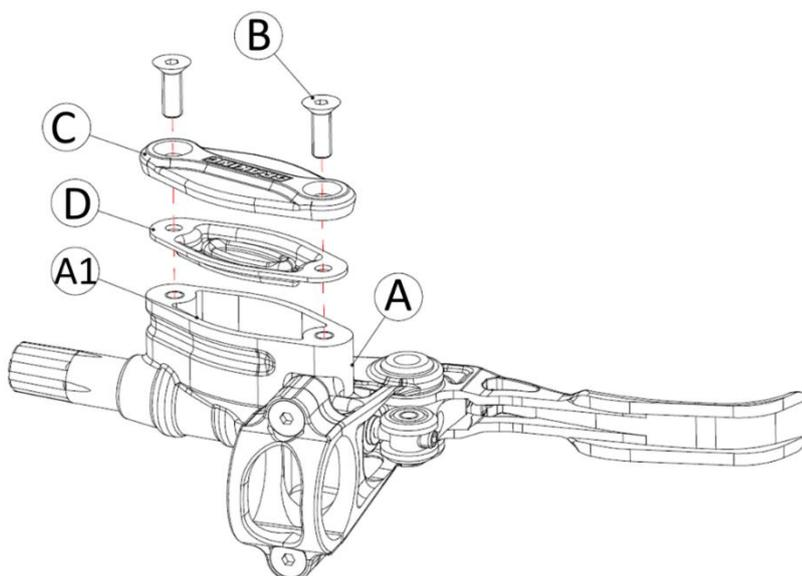

Figura 32: Apertura vaschetta pompa per spurgo
- 4) Togliere la membrana **D** dalla vaschetta **A1**, facendo attenzione ad eventuali perdite di fluido (**Figura 32**)